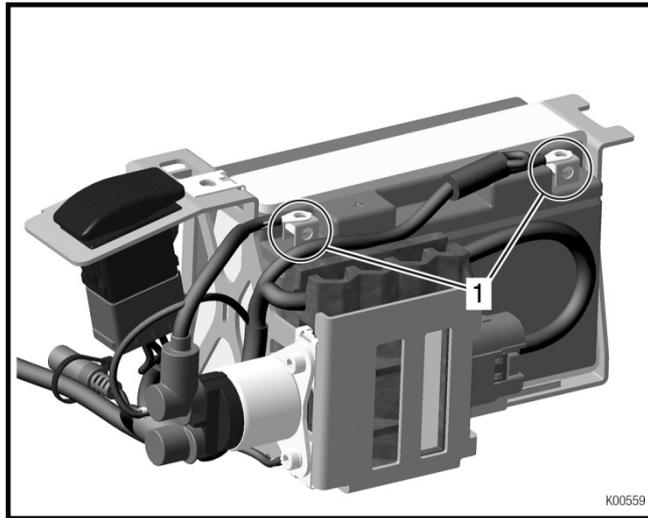

Fig. 35
- ◆ 注釈: バッテリーターミナル(pos. 1)は、ECU 側に向いていなくてはなりません。 Fig. 35 参照